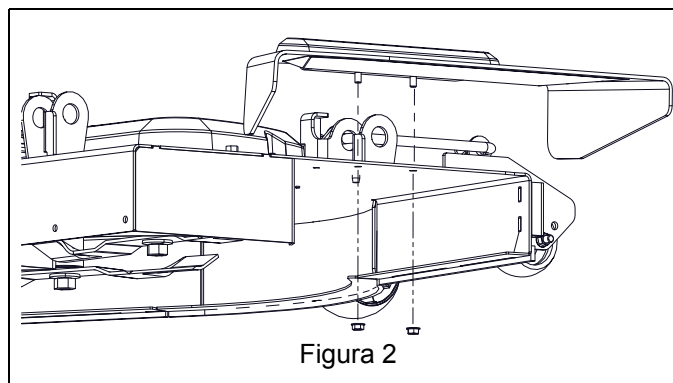

Figura 2
4. Rimuovere i due controdadi a colletto superiori da 5/16" che fissano il gruppo del camino di scarico, quindi rimuovere il camino. Conservare tutti i componenti per l'uso senza il kit per pacciamatura. Vedere Figura 2.